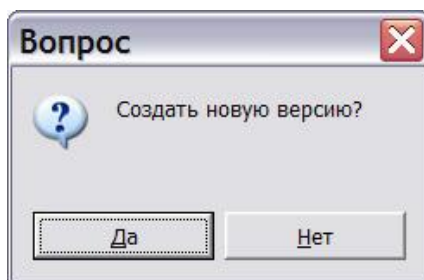

Рис. 5.11
- В том случае, если выделенный модуль данных не содержит ни одной версии, появится запрос о создании новой версии (Рис. 5.11).